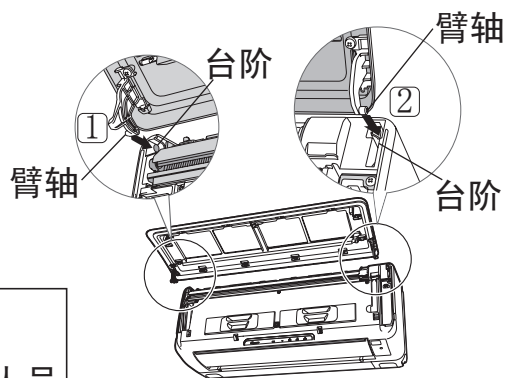

图9
1. 先将左侧臂轴沿着台阶插入轴孔；（如图9【1】）
2. 再将右侧的臂轴沿着台阶插入轴孔；（如图9【2】）